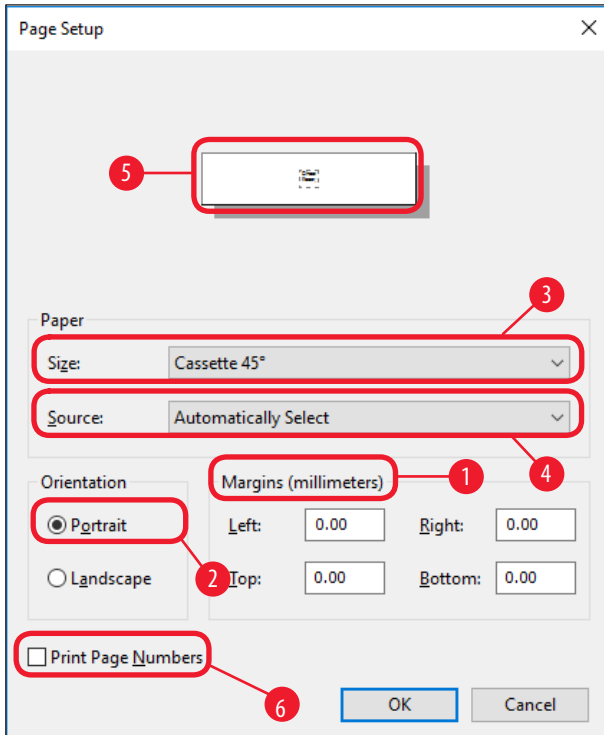

图 45
3. 首先必须选择页面设置：单击 **File** (文件) > **Page Setup** (页面设置) 打开 **Page Setup** (页面设置) 对话框 (→"图 45")。